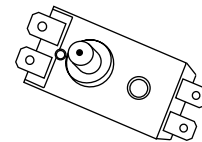

Рис. 9
6. Также воду можно слить через комбинированный предохранительный клапан (рис.9) (для этого открутите винт ручки слива комбинированного предохранительного клапана и переведите ручку слива в верхнее положение, при это кран выхода горячей воды должен быть открыт, а кран подачи холодной воды в водонагреватель должен быть перекрыт).